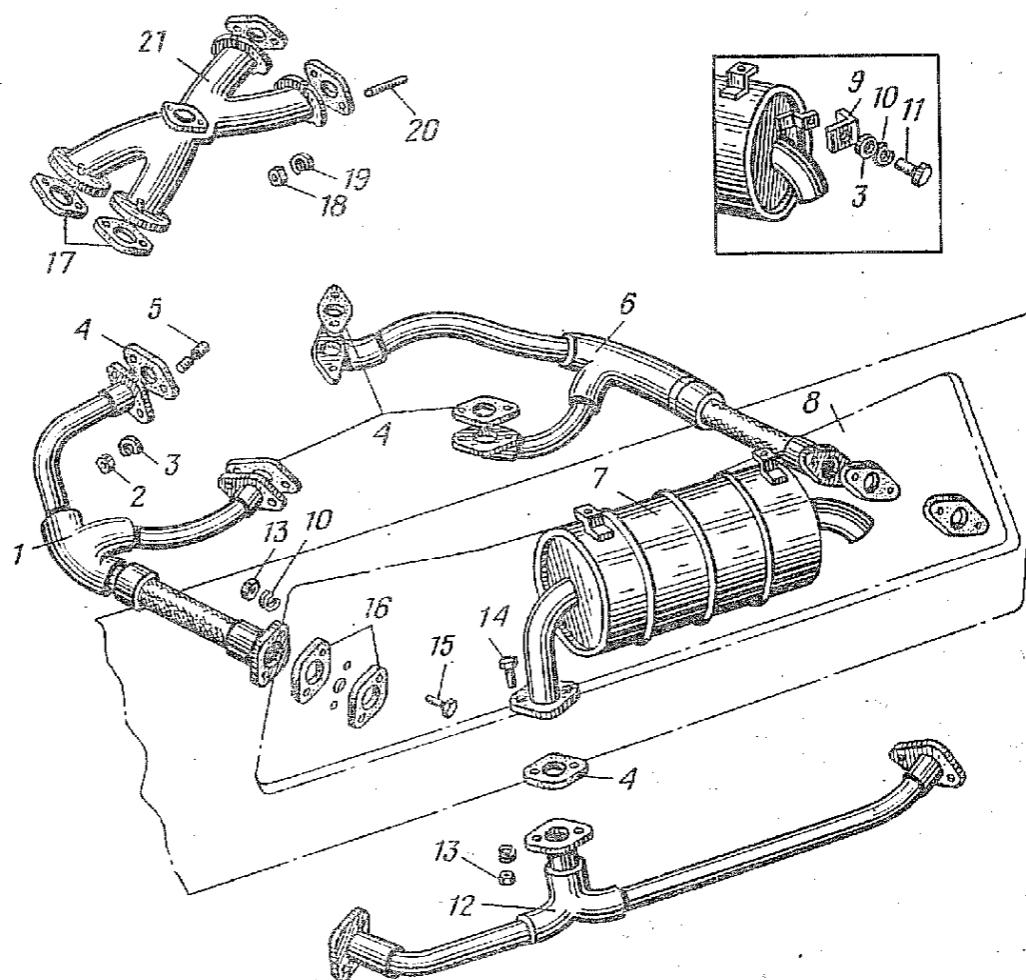

Рис. 38. Система впуска и выпуска газов:
1.2. Отвернуть гайки 13 (рис. 38) крепления правого (левого) выпускного коллектора к приемным трубам 12, снять пружинные шайбы 10; болты 15 не снимать (ключи 12 и 13).
2.1. Установить прокладки 4 (рис. 38) на шпильки патрубков головки цилиндров, присоединить к патрубкам правый (левый) выпускной коллектор 1 (6) и закрепить гайками 2 с плоскими шайбами 3 (ключ 12).
1.2. Отвернуть болты 14 (рис. 38) крепления глушителя 7 к приемной трубе 12 и снять прокладку 4 (ключи 12 и 13).
2.1. Установить на фланец приемной трубы 12 (рис. 38) прокладку 4, глушитель 7 и закрепить болтами 14 с гайками и плоскими шайбами (ключи 12 и 13).
1.10. Отвернуть гайки 18 (рис. 38) крепления впускного коллектора и снять со шпилек головок цилиндров плоские шайбы 19, впускной коллектор 1 (6) и прокладки 17. Закрыть впускные отверстия головок цилиндров технологическими заглушками (ключ 10, технологические заглушки).